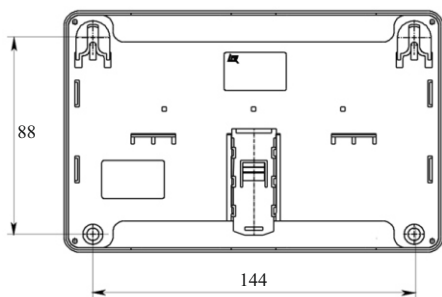

Рисунок 3
- в) при установке на стенах, перегородках и конструкциях (рисунок 3):